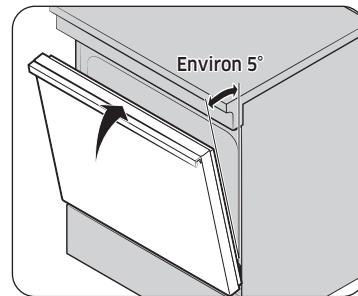

Fig. 1
- Fermez la porte en position de retrait de la porte, soit à un angle d'environ 5 degrés de la verticale (Fig. 1).